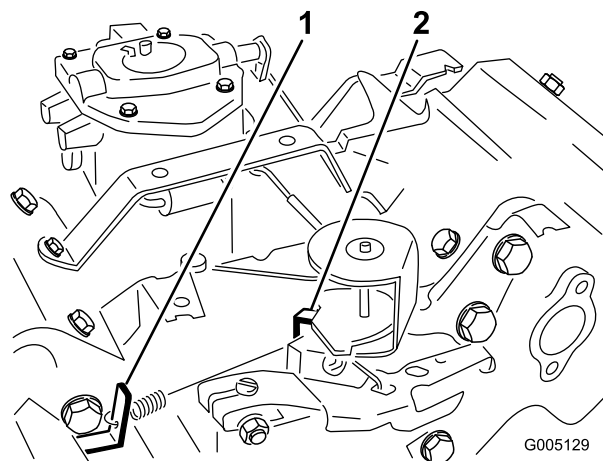

Figura 48
- Dobre o batente da mola de velocidade intermédia (Figura 48) até obter uma velocidade de  $1650 \pm 100$  rpm. Verifique a velocidade com um tacómetro.
velocidade elevada (Figura 48) até obter uma velocidade de  $2850 \pm 50$  rpm.